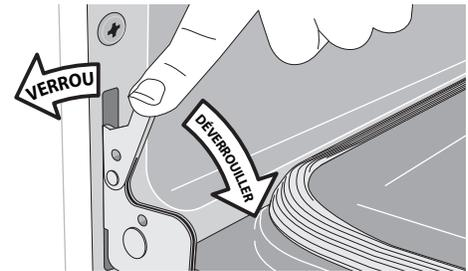

Figure 21 : Verrous des charnières de porte
1. Ouvrir complètement la porte du four, parallèle au plancher (voir Figure 21).
3. Ouvrir complètement la porte du four, parallèle au plancher (voir Figure 21).